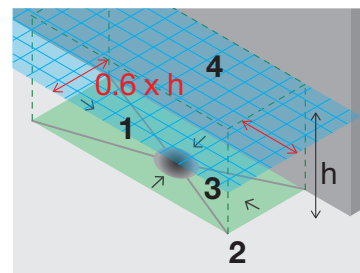

Abb. 1
- Der Güterumschlagplatz muss **überdacht¹ und abflusslos** sein. Durch unterschiedliche Gefälle und/oder Entwässerungsrinnen muss dieser von den übrigen Verkehrsflächen getrennt entwässert werden. Dadurch fällt auf dem Platz kein Regenwasser an und auslaufende Flüssigkeiten können nicht auf andere Platzflächen gelangen (Abb. 1).
- Der Güterumschlagplatz muss mit einem **dichten Belag befestigt** sein, damit auslaufende Flüssigkeiten nicht in den Untergrund gelangen können. Bei gewissen Stoffen ist dazu ein Spezialbelag nötig (Abb. 1, Punkt 1).
- Der Güterumschlagplatz muss über ein **Rückhaltevolumen** verfügen, in welchem die auslaufende Flüssigkeit aufgefangen wird. Die Grösse richtet sich nach der **Tabelle auf Seite 8**. Als Rückhaltevolumen können ein abflussloser Schacht, eine beckenförmige Platzfläche oder andere Rückhaltevorrückrichtungen verwendet werden (Abb. 1, Punkt 3).
- Der Güterumschlagplatz muss nach Möglichkeit **überdacht¹ und abflusslos** sein (vgl. Abb. 1). Der Umschlag kann auch in einer abflusslosen Halle erfolgen.